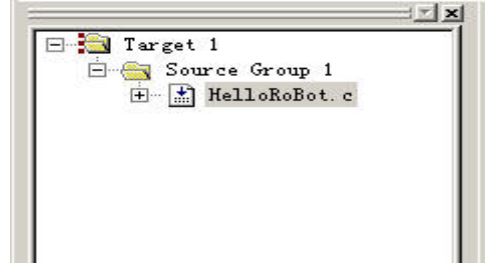

图1-15 添加了C语言文件的目标工程
3. 程序文件添加到项目文件中去后，这时上图中“Source Group 1”的前面将出现一个“+”号；单击它将出现刚才添加的源文件名，如图 1-15 所示（注意：图中显示的文件名是刚才输入的文件名）。